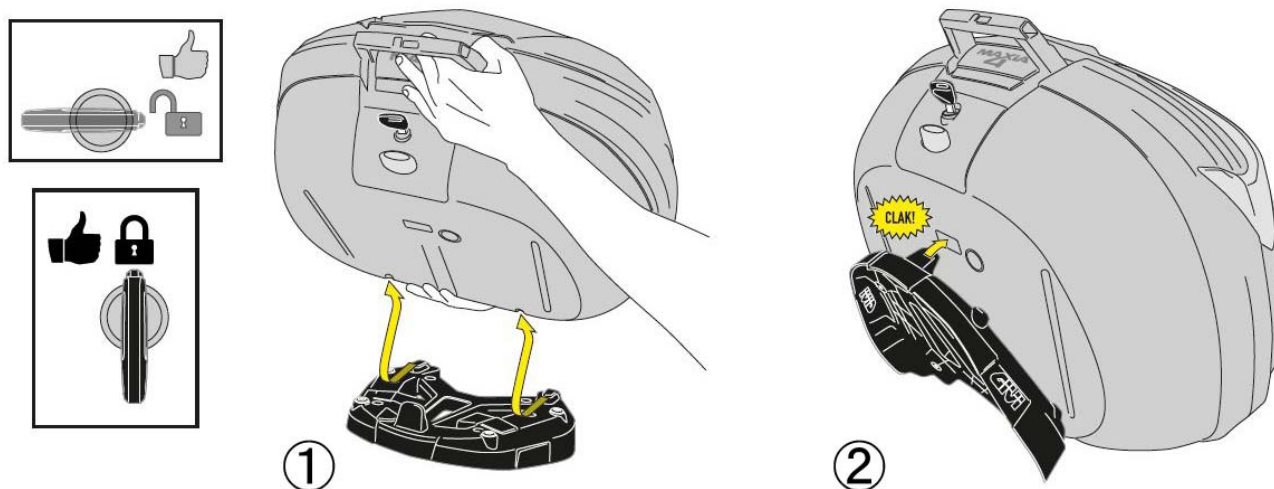

図 B1
- ①V56 モノキートップケースの蓋を閉めた状態で、キーシリンダーに②セキュリティーキーを奥までしっかりと挿し込み、②キーを右に回し（3 時位置よりも回し進めて）、ケースからハンドルを引き出します。（図 B1①参照）
- 引き出したハンドルを適宜活用して①ケースを両手でしっかりと支え持ち、脱落させないように十分注意しながら、ベースプレート前側の凸部（2 箇所）に①ケース底面の前側凹部（2 箇所）をしっかりと吻合させます。（図 B1①参照）
- 引き続き①ケースをしっかりと支え持ち、手順 2 で行なった前側の吻合が左右で歪んだり外れたりしないよう十分注意しながら、ベースプレート後側のアタッチメントに①ケース底面の後側吻合部を押し当て、ベースプレートに①ケースを確実に取り付けます。（図 B1②参照）